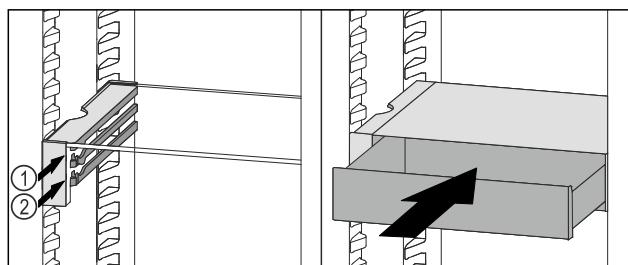

Fig. 119
- Zásuvku VarioSafe nasadte za zarážkami na požadovanom rebre Fig. 119 (1) alebo Fig. 119 (2).